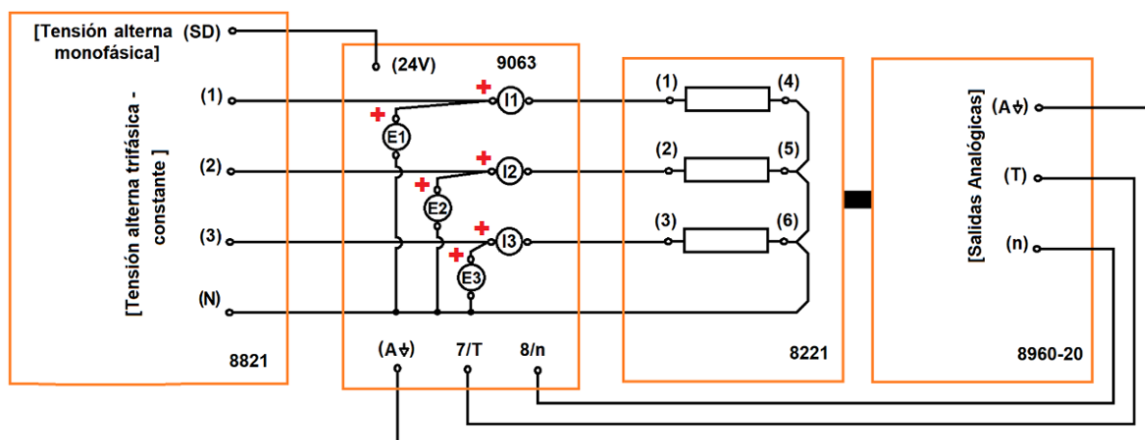

Figura 6: Esquema de conexión para el ensayo del motor MATJA
- (3) Realizar el cableado de según el esquema mostrado en la figura 6. Se sugiere mantener un código de colores: rojo línea R, plomo línea S, azul línea T, blanco línea neutra y amarillo instrumentos del dinamómetro.